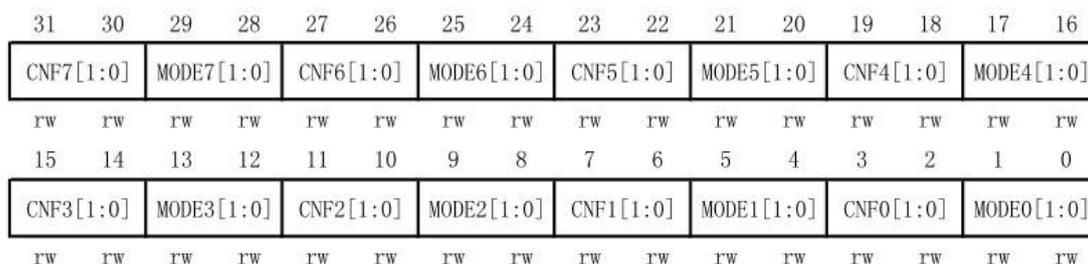

图 1 GPIO 设备控制寄存器 GPIOx_CRL
这段程序的流程是：首先检查由结构体变量 GPIO_InitStructure 所传入的参数是否正确，然后对 GPIO 寄存器进行“保存——修改——写入”的操作，完成对 GPIO 设备的设置工作。显然，结构体变量 GPIO_InitStructure 所传入参数的目的是设置对应 GPIO 设备的寄存器。而 STM32 的参考手册对关于 GPIO 设备的设置寄存器的描述如下图 1 和表 1（仅列出低八位引脚寄存器描述，高八位引脚类同）：
- GPIO_Pin_4 被宏替换为 0x0010，对应图 1 可看出为用于选择配置 GPIOx_CRL 的[19:16]